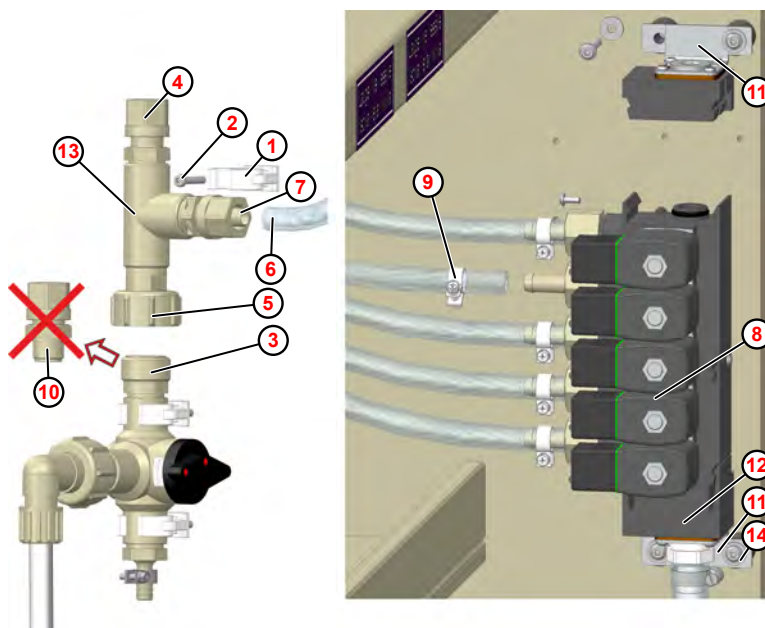

Fig. 12 : Montage du dispositif de rinçage à l'eau
3. ➤ Desserrer les vis de fixation (4 x, Fig. 12 , repère 14) des deux côtés sur les cornières de fixation (2 x, Fig. 12 , repère 11).
5. ➤ Desserrer et retirer la pièce terminale (Fig. 12 , repère 12).